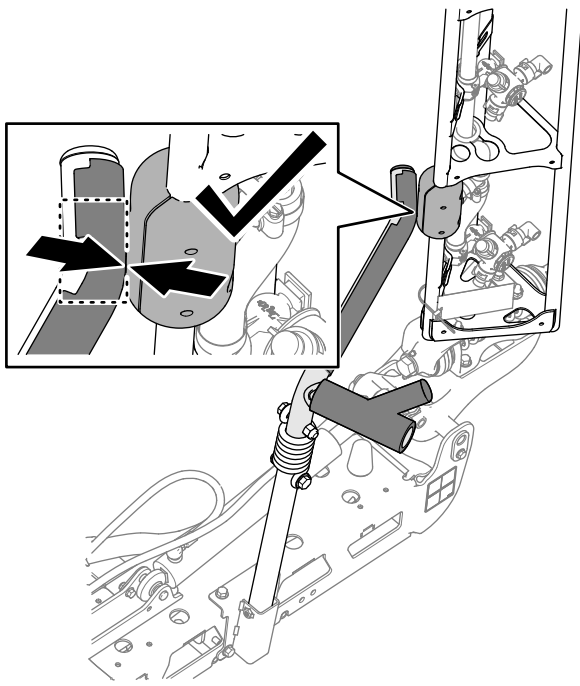

图 5
**注意** 当滑块在上托架管弯曲处接触托架时表示托架已正确调节图 5。